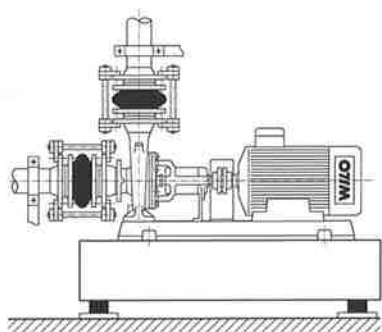

fig.10: Collegamento della pompa senza tensioni meccaniche
- **Le tubazioni non devono trasmettere nessuna forza sulla pompa. Esse devono essere fissate immediatamente prima della pompa e collegate a quest'ultima senza tensioni meccaniche (vedi fig. 10).**
- **Le dilatazioni delle tubazioni all'aumentare della temperatura devono essere compensate mediante opportune misure (vedi fig. 10). Le inclusioni d'aria nelle tubazioni devono essere escluse mediante corrispondenti installazioni.**